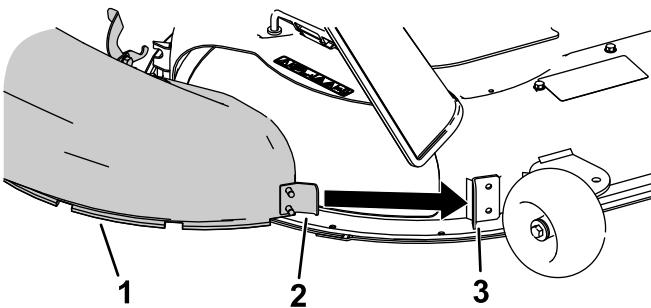

Figura 20
- Orienteate la linguetta metallica del condotto di scarico in modo che si inserisca nella fessura della staffa saldata sul piatto di taglio (Figura 20).